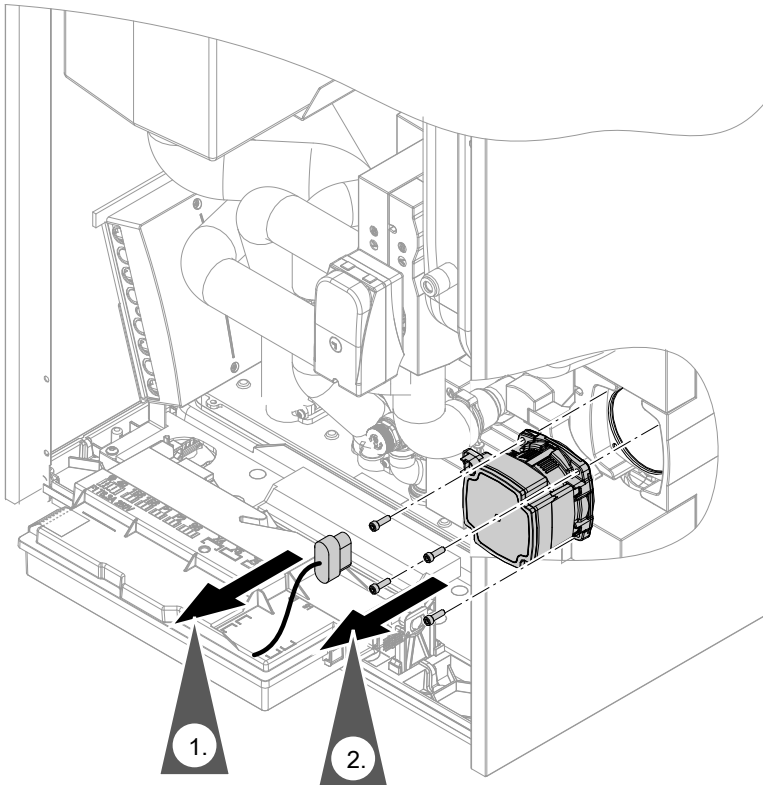

Abb. 99
- Anschluss-Stecker Umwälzpumpe: Siehe Abb. 99.